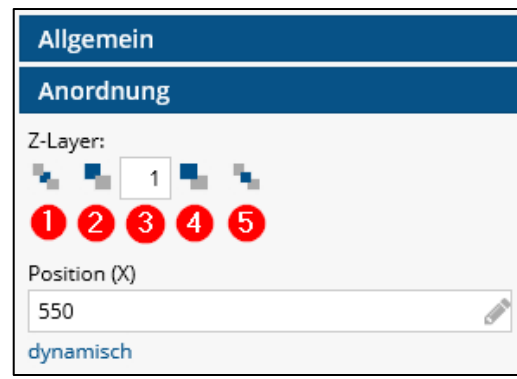

Bild 21: Funktion Z-Layer in der RISC-Ansicht
Ist ein Element markiert, erscheinen am rechten Bildschirmrand Reiter mit verschiedenen Bearbeitungsmöglichkeiten. Der Reiter **Anordnung** (zuvor **Größe**) bietet neben den bisherigen Größen- und Positionseinstellungen die Funktion **Z-Layer**. Diese Funktion gibt die Reihenfolge an, nach der sich Elemente gegenseitig überlappen. Das Element mit einer höheren Positionszahl überlappt das mit der geringeren Zahl (siehe (3) in Bild 21).